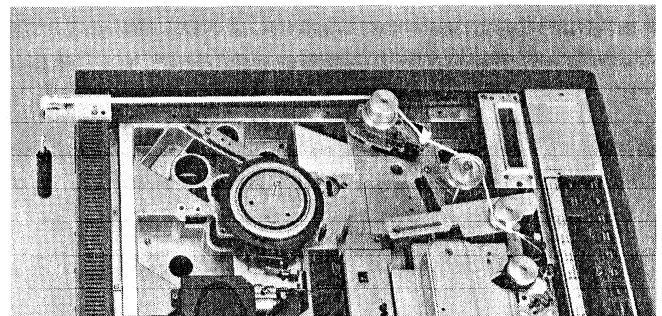

Fig. 3.3.10
- Einstellvorrichtung (Best. Nr. 10.010.001.31) gemäss Fig. 3.3.10 auf dem Laufwerk montieren (für die Kontrolle ist es nicht notwendig, dass die Laufwerkabdeckung ausgebaut wird).